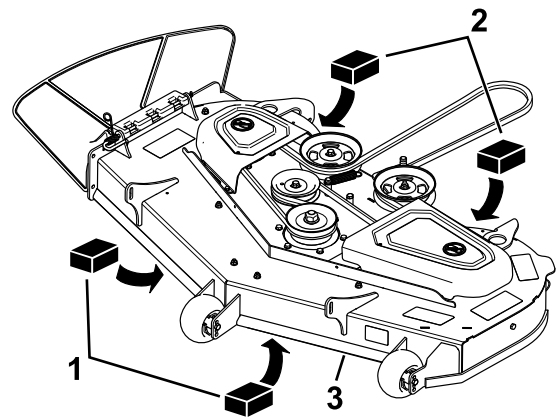

Bild 74
4. Stellen Sie zwei Klötze mit einer Dicke von 6,6 cm unter jede Seite der Vorderkante des Mähwerks, jedoch nicht unter die Halterungen der Antiskalpierrolle (**Bild 74**).
5. Stellen Sie zwei Klötze mit einer Dicke von 7,3 cm unter die hintere Ecke der Mähwerkbleche, 1 unter jede Seite des Mähwerks (**Bild 74**).